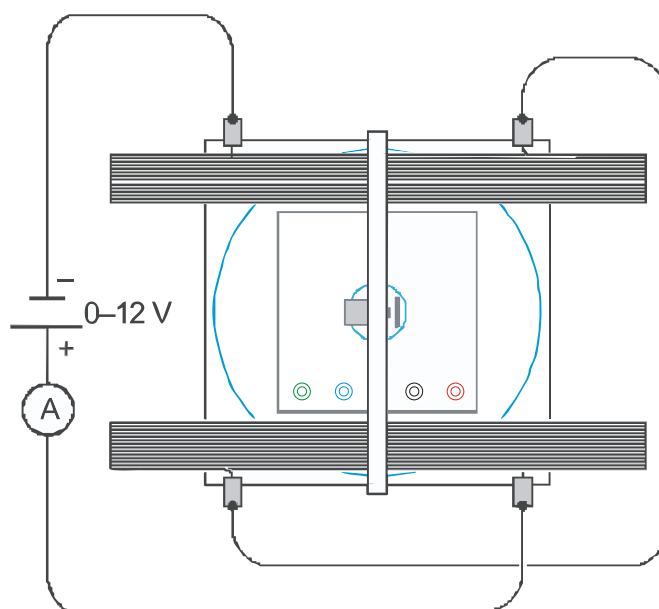

Fig. 2 Conexión eléctrica del par de bobinas de Helmholtz
- Conecte las bobinas en serie a la fuente de alimentación de CC 20 V, como se muestra en la Fig. 2, de tal manera que en ambas bobinas circule la corriente en el mismo sentido.